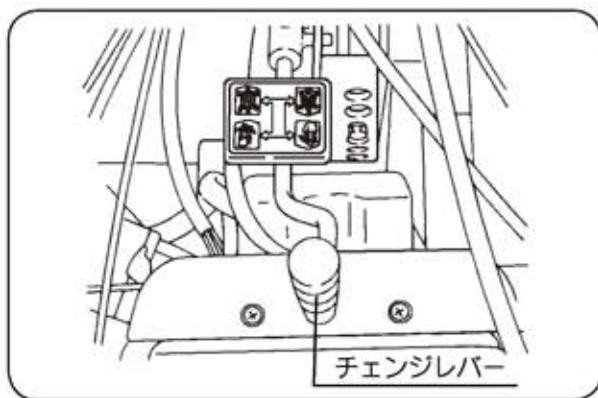

図11
①チェンジレバーを進行方向の位置にしてください。 (図11)